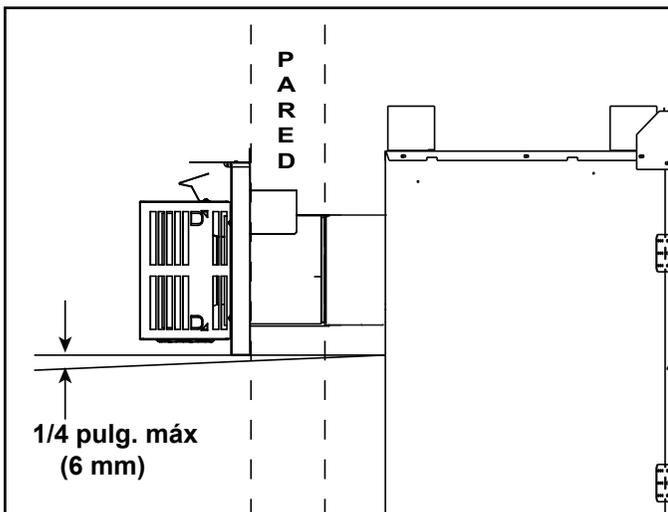

Figura 4.8
- Se recomienda que la tapa de terminación horizontal tenga una inclinación hacia abajo de 1/4 pulgadas (6.35 mm) para permitir que se libere toda humedad de la tapa. Consulte la Figura 4.8.